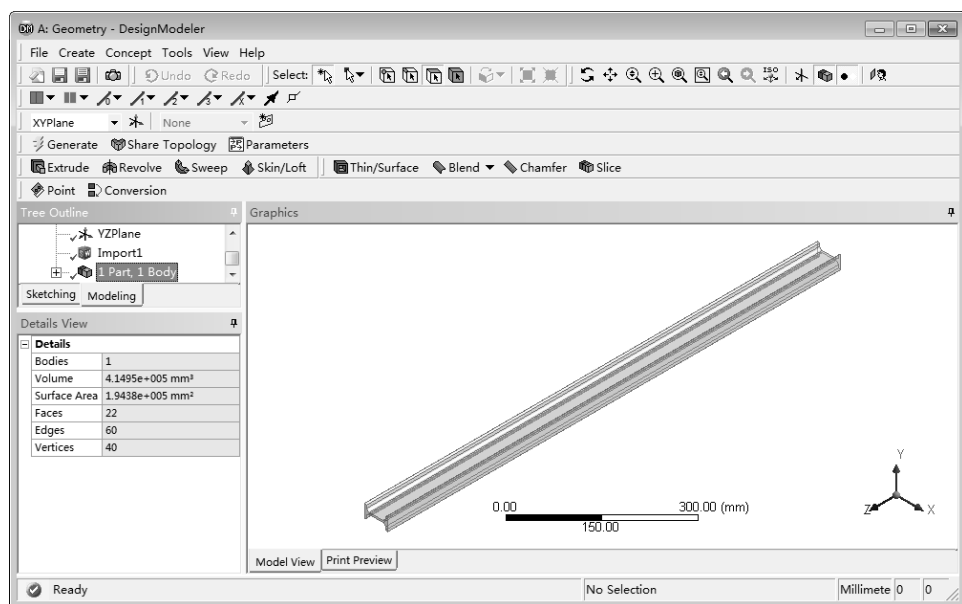

图 9-30 生成几何图形后的 DesignModeler 界面
4) 进入 DM 后, 设计树中【Import1】节点前面显示 , 表示需要生成, 图形窗口没有图形显示。单击 **Generate** 按钮, 生成几何体, 即可在窗口右侧显示出几何图形, 如图 9-30 所示。